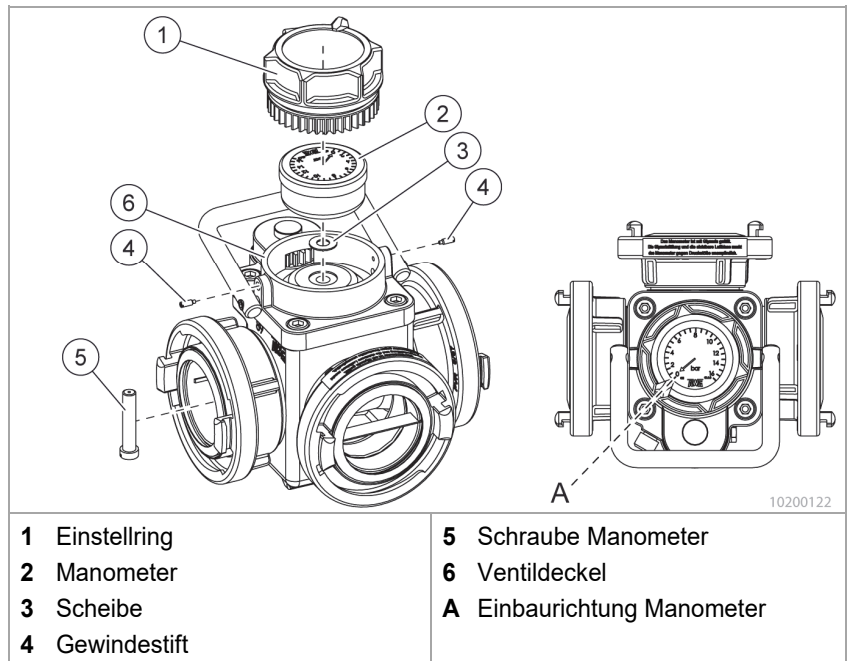

Fig. 3 Reparatur
- Die beiden Gewindestifte (Fig. 3/4) am Ventildeckel (Fig. 3/6) herausschrauben.
- Den Einstellring (Fig. 3/1) abheben, die Schraube (Fig. 3/5) mit einer 1/4"-Ratsche mit einem passenden Schlitz-Bit herausdrehen und aus dem Gehäuseinneren herausnehmen.
3. Das Manometer (Fig. 3/2) und die Scheibe (Fig. 3/3) aus dem Ventildeckel nehmen.
5. Das Manometer 24 in den Ventildeckel einsetzen: Dabei muss die Nullstellung des Manometers auf die Bohrungsmitte der Zylinderschraube 32 neben der Drosselschraube 37 zeigen (Fig. 3/A).